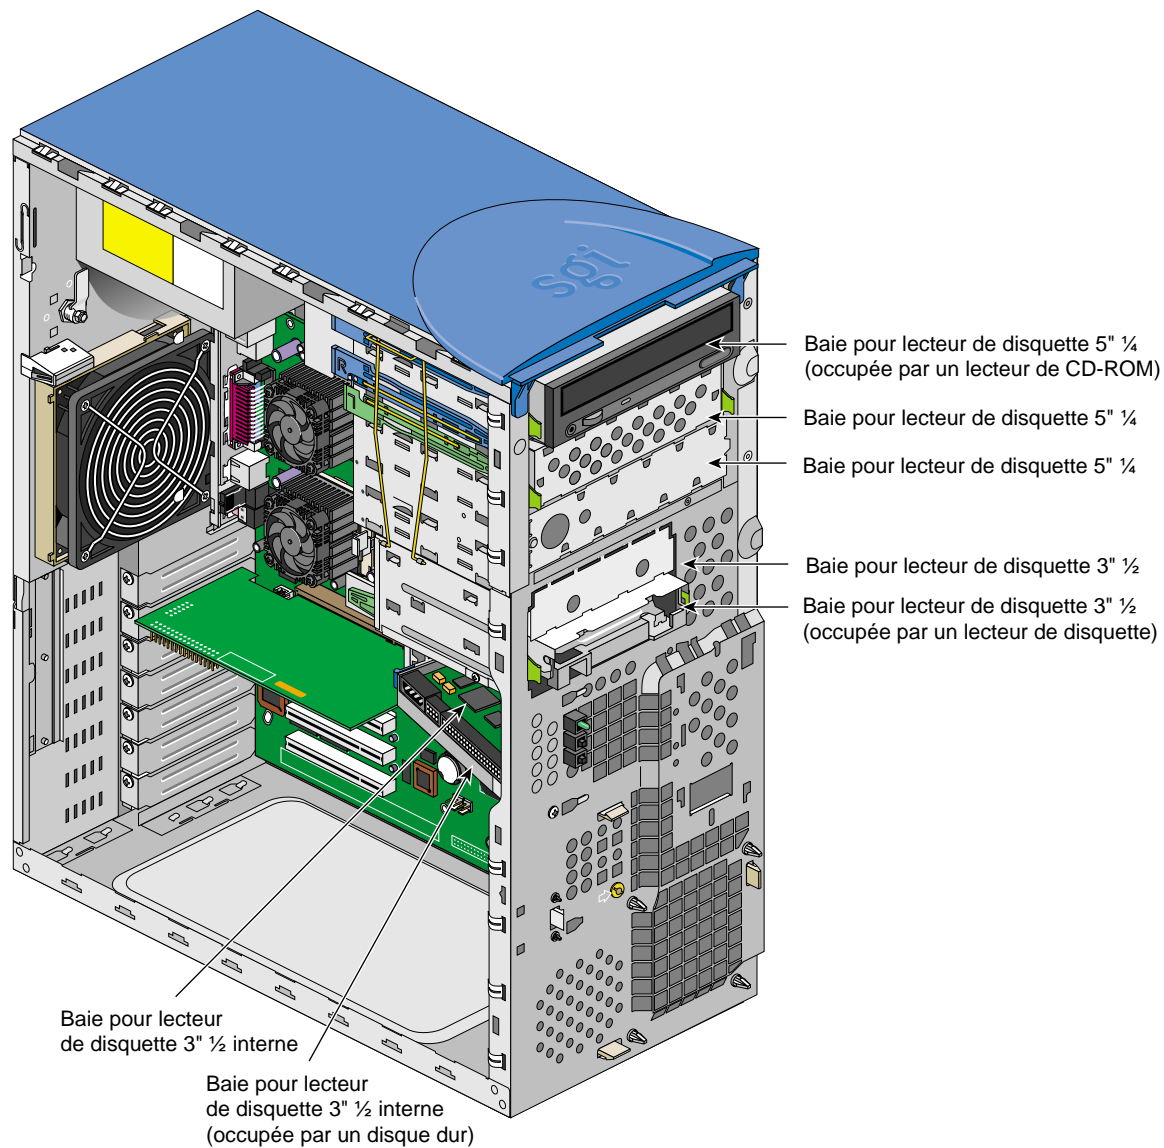

Figure 1-5 Baies pour lecteurs de disquette 5 pouces $\frac{1}{4}$ et 3 pouces $\frac{1}{2}$
- Le Silicon Graphics 330 Visual Workstation dispose de trois baies pour lecteurs de disquette 5 pouces $\frac{1}{4}$ et de quatre pour lecteurs de disquette 3 pouces $\frac{1}{2}$ (voir Figure 1-5). Les trois baies 5 pouces $\frac{1}{4}$ sont accessibles de l'extérieur par l'avant. Deux des baies 3 pouces $\frac{1}{2}$ sont situées sur le panneau avant, tandis que les deux autres sont logées et accessibles à l'intérieur du châssis.